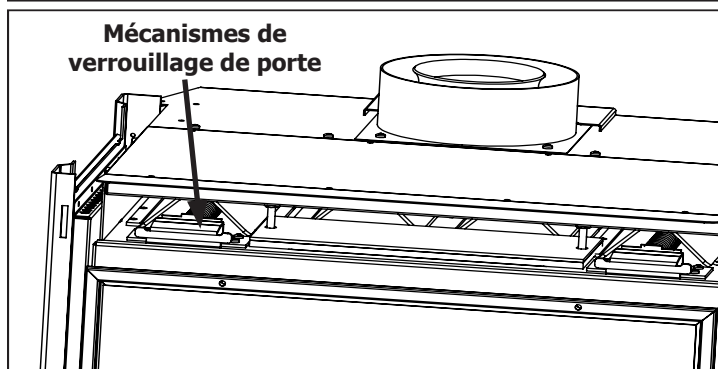
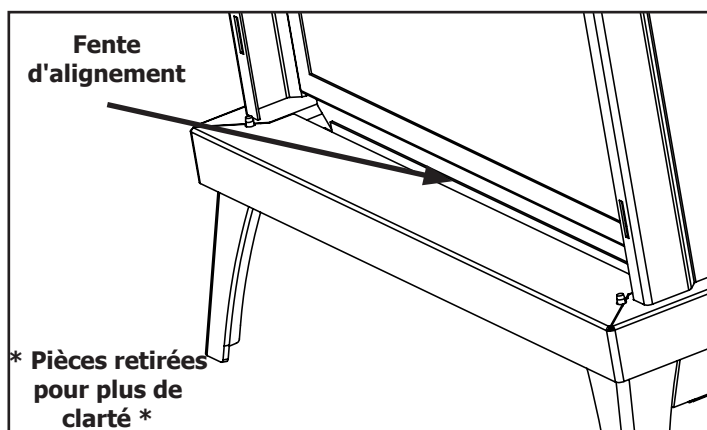

Figure 19. Loquets supérieurs de la porte vitrée (avant et haut de l'armoire retirés)
Figure 20. Fente d'alignement du bas pour porte vitrée.
Afin d'installer l'ensemble de bûches et pour un nettoyage régulier, la porte vitrée doit être retirée. La façade de l'armoire doit d'abord être retirée, comme indiqué dans la section ci-dessus, avant d'accéder aux loquets de porte. Il y a deux (2) mécanismes de verrouillage de la porte sur le dessus de la porte vitrée, comme illustré à la figure 19. Chaque loquet peut être tiré vers l'extérieur et vers le haut à la main. Lorsque les loquets supérieurs sont décrochés, la porte peut être soulevée hors de la fente d'alignement au bas de la chambre de combustion, illustrée à la figure 20.